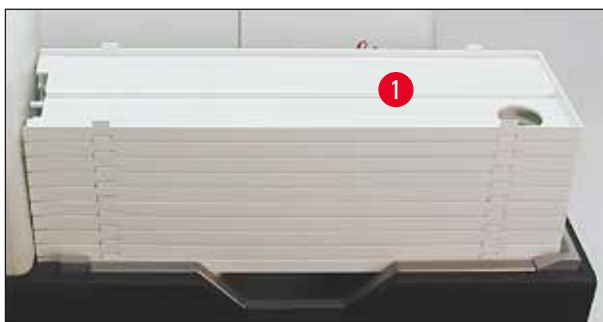

Fig. 43
- Placera brickstapeln (→ "Fig. 43-1") på utmatningsstationens lyftbord (→ "Fig. 43").